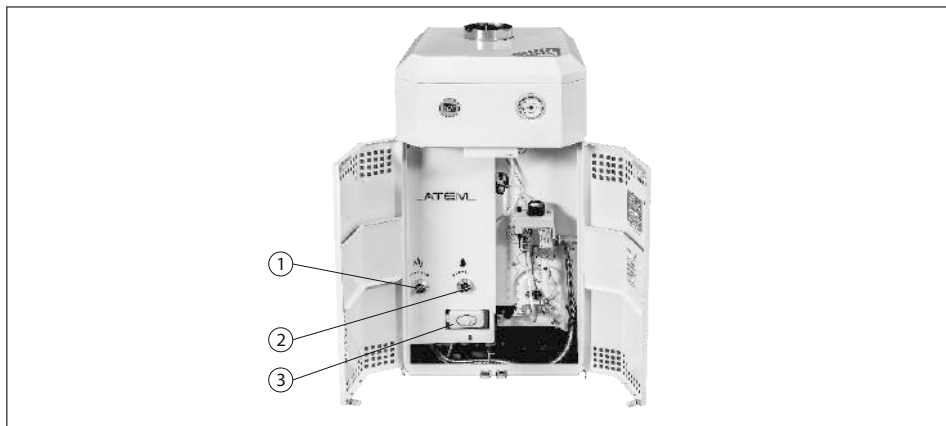

Рис. 12 Порядок роботи водонагрівача
Регулювання потужності апарату проводиться поворотом ручки "витрата газу" (1) рис. 12 в рамках положень "менше" - більше "або зміною витрати води, що проходить через апарат ручкою (2) Витрата води»